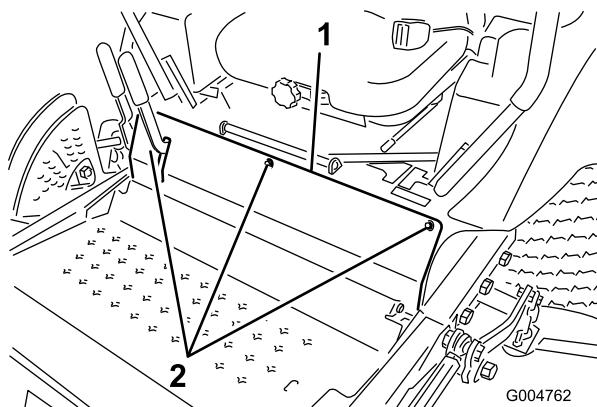

Bild 61
3. Nehmen Sie die Schrauben ab, mit denen die Frontplatte befestigt ist, und nehmen Sie sie ab (Bild 61).